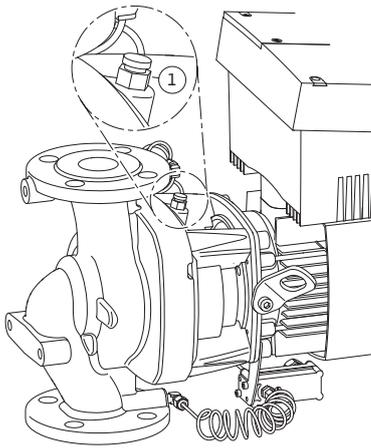

Fig. 47: Ventilationsventil
- Udluft pumperne ved at løsne ventilationsventilerne (Fig. 47, pos. 1). Tørløb ødelægger pumpens akseltætning. Differenstryktransmitteren må ikke udluftes (fare for ødelæggelse).